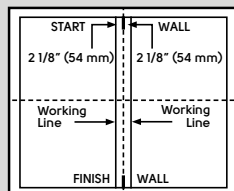

Fig. 2
2. Mida 2 1/8" (54 mm) del lado izquierdo y lado derecho de la marca central en ambos extremos de la habitación y trace una línea con un gis (Fig. 2).